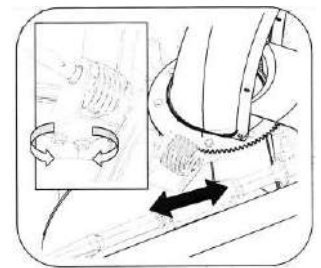

Рис. 41
1. Ослабьте две гайки, которые крепят кронштейны желоба, и немного измените положение, см. рис. 41.
2. Затяните гайки. См. рис. 41.